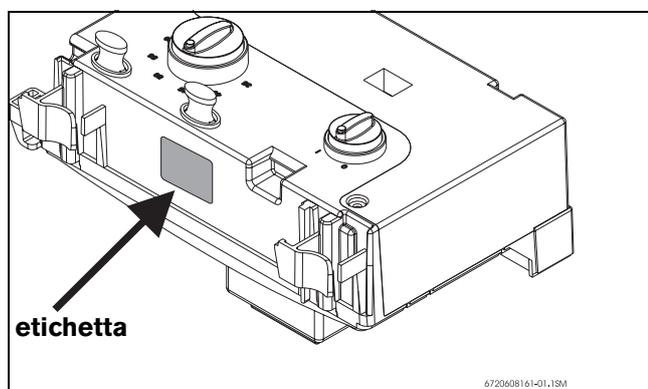

Fig. 1
2.1 Trasformazione gas per apparecchi con l'etichetta riportante il cod. HTKF 1 xxx presso il quadro comandi (Fig. 1)